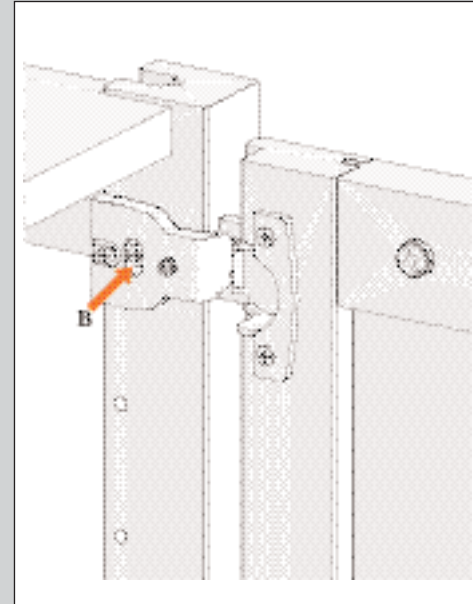

ABBILDUNG 13
2. Lösen Sie Schraube B in allen Scharnieren etwas und stellen Sie die Tür ein (siehe Abb. 13).